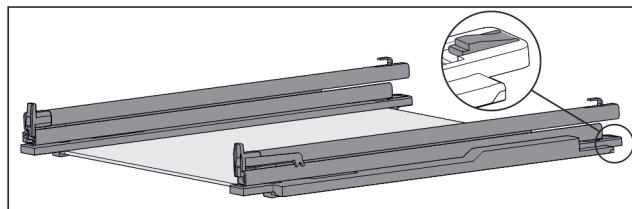

Fig. 99 Стеклянная пластина с направляющими и крепежными элементами
- Крепежный элемент сзади прижмите вниз (см. Fig. 99) и одновременно отодвните направляющую назад.